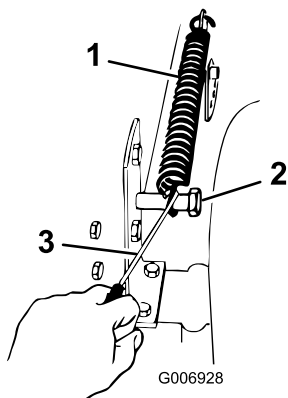

Figure 42
9. Retirez le ressort compensateur entre la patte de levage droite du plateau de coupe et le boulon de retenue (Figure 42).